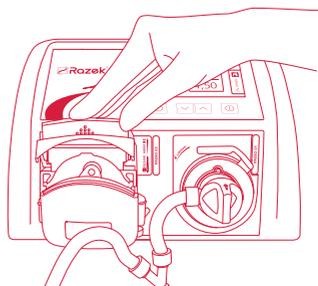

Figura 32 - Fechamento do sistema de bombeamento.
8. Feche o sistema de bombeamento (Figura 32);